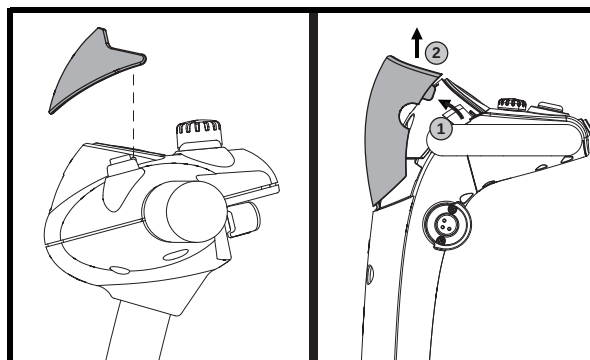

Figura 12. Parasole della console del manubrio
1. Staccare delicatamente la parte superiore del parasole dalla console del manubrio, poi sollevarlo lentamente e toglierlo dalla console. **Vedere figura 12.**